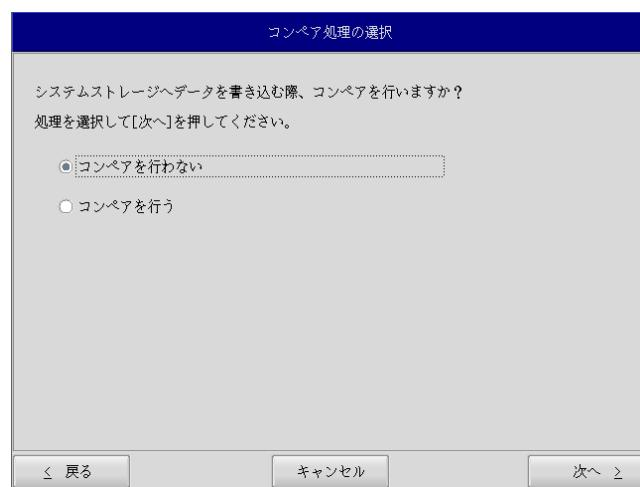

図 6-3-5. コンペア処理選択画面
⑩ コンペア処理の選択画面（図 6-3-5）が表示されます。